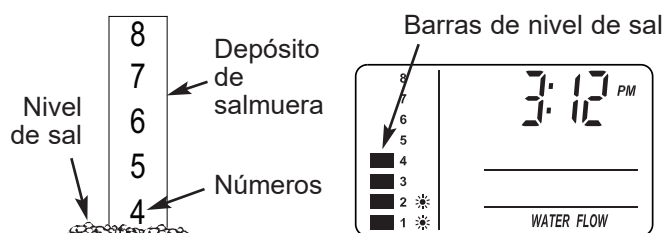

FIG. 25
2. La escala de nivel de sal, en el depósito de salmuera dentro del tanque, tiene los números 0 a 8 (vea la Fig. 25). Fíjese en el número más alto en el que esté nivelada la sal, o al que esté más próxima.
3. Presione el botón SET SALT LEVEL (Fijar el nivel de sal) tantas veces como sea necesario para que las barras de nivel de sal (vea la Fig. 25) coincidan con el número de la depósito de salmuera. En el nivel 2 o inferior, destellará la luz “Low Salt” (Bajo nivel de sal).